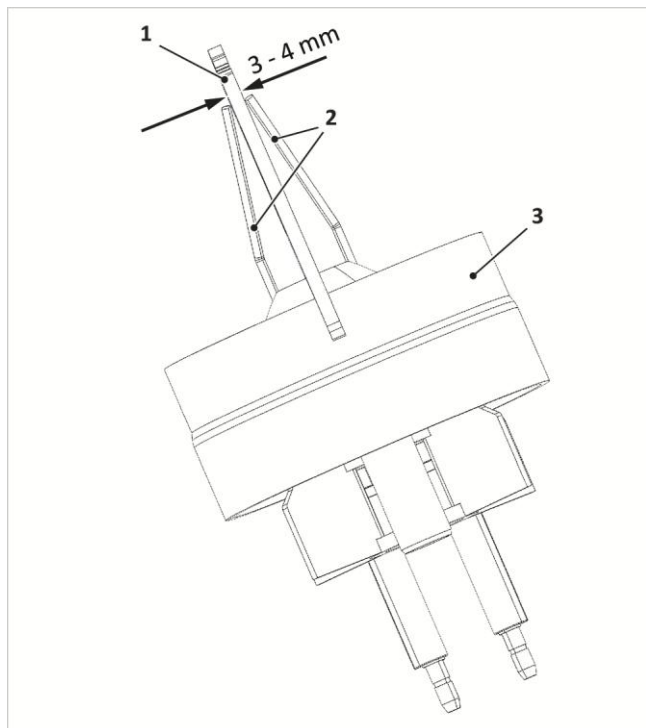

Fig. 63: Comprobar la distancia de los electrodos de encendido
5. Controle la distancia de los electrodos tal y como se muestra en la ➔ fig. 63 y, en caso necesario, corrija doblándolos con cuidado.